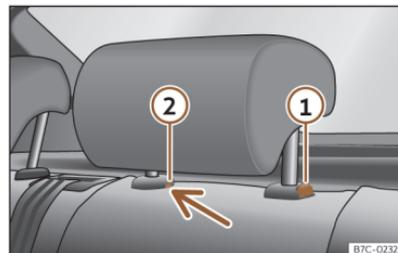

Abb. 94 Kopfstütze hinten: Ausbau.
- Drücken Sie die Taste >>> (Abb. 94) ① sowie gleichzeitig mit einem Schlitzschraubendreher (Breite max. 5 mm) in die Öffnung der Verriegelung ② und ziehen Sie die Kopfstütze heraus.